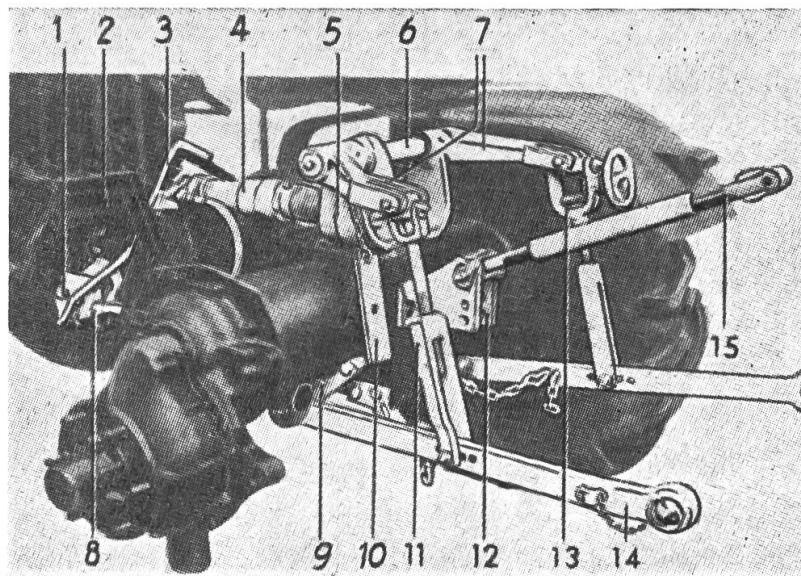

Abb. 2:
Die ganze Anordnung besteht aus einem Kraftheber und einer Anlenkung (Abb. 2). Zum Kraftheber gehören eine Oeldruckpumpe und ein Kraftheberkolben, die von den verschiedenen Schlepperfabriken in der günstigsten Lage zum Lenkersystem angebracht werden können.
In Abbildung 2 ist ein System gezeigt, bei welchem die Kraftheberpumpe (1) im Getriebe und der Druckzylinder ausserhalb des Getriebes angebracht ist. Es lassen sich auch beide Aggregate im Getriebe unterbringen.
Da auch bei der Dreipunkt-Aufhängung des öfteren ein Zugmaul verlangt wird, kann der Anlenkbock zur Aufnahme des oberen Lenkers (Abb. 2, Teil 12) so ausgebildet werden, dass ein Zugmaul in verschiedenen Höhen angebracht werden kann.